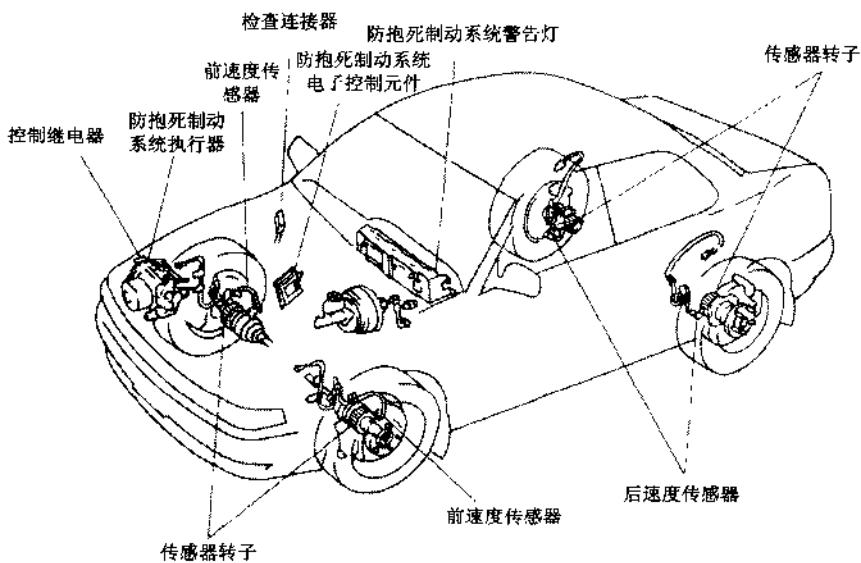

图 7.9 佳美 2.2L/3.0L 轿车 ABS 的组成及其安装位置
(2) 佳美 (CAMAY) 车 ABS 的组成与结构。
① ABS 在车上安装位置如图 7.9 所示。